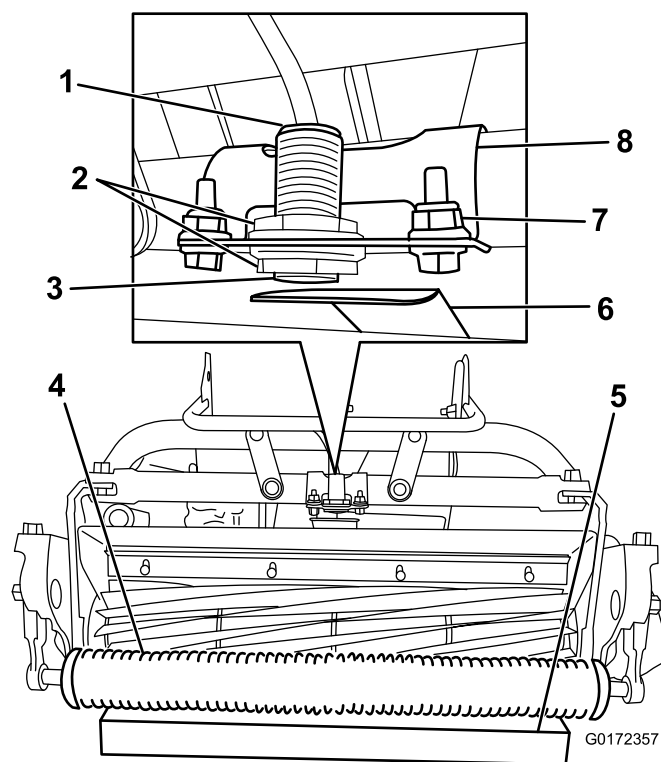

Figure 10
2. Desserrez les écrous de blocage du capteur et réglez le capteur de sorte qu'un filet soit visible en dessous de l'écrou de blocage inférieur (Figure 10).
4. Placez un bloc de 3,8 cm sous le rouleau avant de l'unité de coupe (Figure 10).
5. Desserrez les fixations qui maintiennent le support de capteur sur le cadre (Figure 10).
8. Tournez le support du capteur vers la plaque-cible jusqu'à ce que le voyant s'allume sur le dessus du capteur (Figure 10). Si le voyant était déjà allumé, tournez le support du capteur à l'opposé de la plaque-cible jusqu'à ce que le voyant s'éteigne, puis ramenez-le vers la plaque-cible jusqu'à ce que le voyant se rallume.